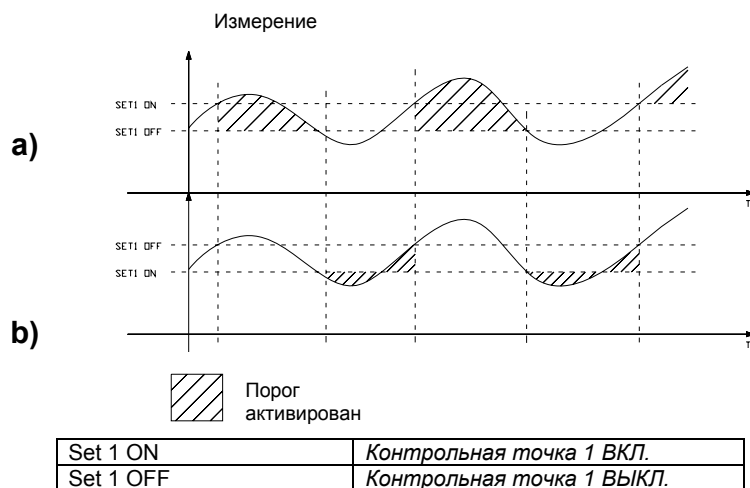

Рисунок 6 - Пороговая операция
При программировании значения **ВКЛ. (ON)**, превышающего значение **ВЫКЛ. (OFF)** (Рис. 6.a), будет достигнут ВОСХОДЯЩИЙ порог: т.е., когда значение превышает значение **ВКЛ. (ON)**, реле активируется и остается в активном состоянии до тех пор, пока значение не упадет ниже значения **ВЫКЛ. (OFF)**.
При программировании значения **ВЫКЛ. (OFF)**, превышающего значение **ВКЛ. (ON)** (Рис. 6.b), будет достигнут НИСХОДЯЩИЙ порог: т.е. когда значение опускается ниже значения **ВКЛ. (ON)**, реле активируется и остается в активном состоянии до тех пор, пока значение не превысит значение **ВЫКЛ. (OFF)**. См. Рисунок 6 ниже.